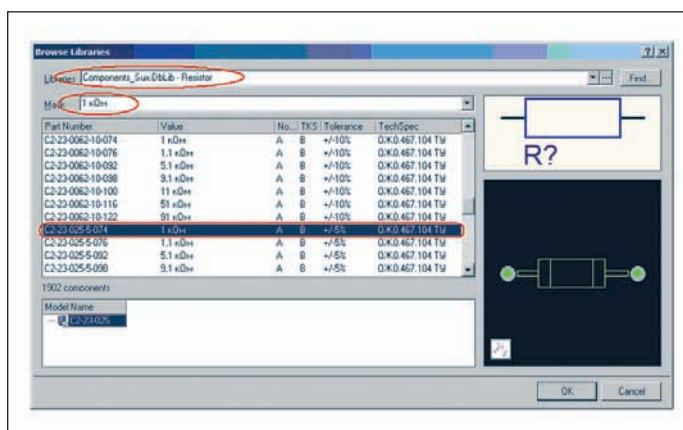

Рис. 8. Выбор компонента в библиотеке
3. Открывается окно поиска компонентов в библиотеках (рис. 8). В нашем примере компоненты проекта извлекаются из библиотечной структуры \*.DbLib, связанной с